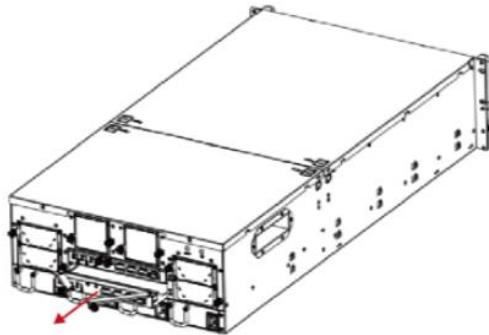

Рисунок 171. Демонтаж модуля Expander
3. Удерживайте рычаг, чтобы вытащить экспандер из корпуса модуля хранения (см. Рисунок 171).